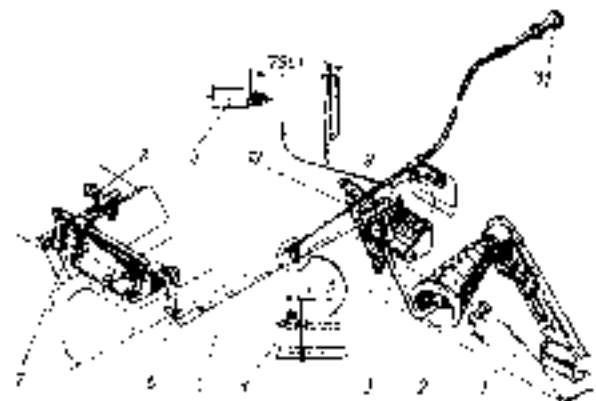

Bild 48. Scherung der Kraftstoffpumpe
Die Steuerung der Kraftstoffanlage (Bilder 48, 49) besteht aus dem Gaspedal, dem Gestänge und den Griffen zur Änderung der Motordrehzahlen und zum Abstellen des Motors. Zur Verminderung der auf das Gaspedal auszuübenden Druckkraft dient die Feder 10 (s. Bild 48).
2...3 mm — zwischen dem Pedal 1 (s. Bild 48) und der Schraube 2; der Hebel 8 muß hierbei gegen die Schraube zur Begrenzung der maximalen Drehzahl stoßen;